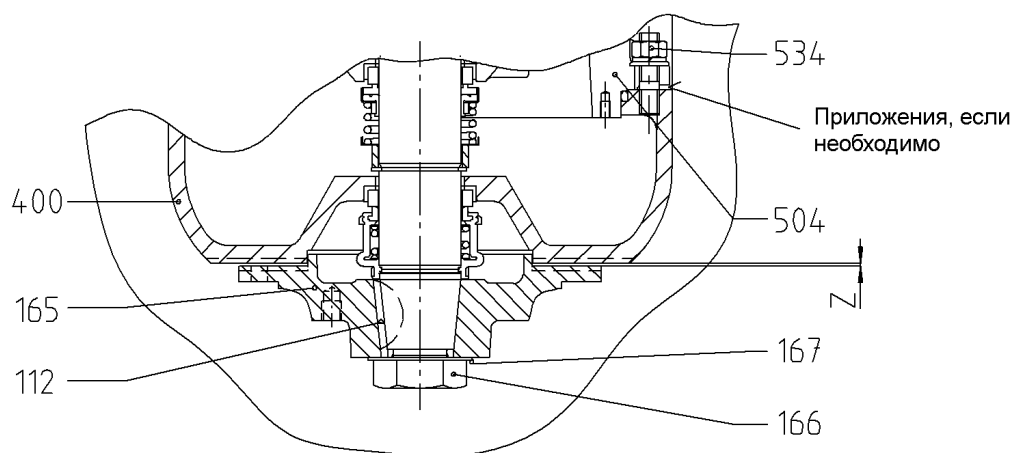

Рис. 26
Гайка должна быть затянута ключом силой зажима 120 Nm (90 ft-lbs). Загнуть лапки стопорной шайбы. Зазор между зажимом ходового колеса и корпусом (400) измерить щупом. Этот зазор должен соответствовать указанным ниже показателям. Чтобы отрегулировать его, нужно вложить или сменить прокладку между масляной камерой(504) и корпусом(400) (рис.26).